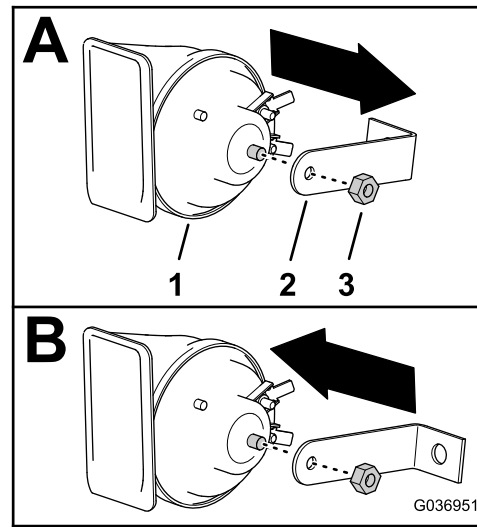

Figure 20
2. Faites pivoter le support à 90° comme montré à la Figure 20, et fixez-le légèrement au goujon de montage de l'avertisseur sonore à l'aide de l'écrou que vous avez retiré à l'opération 1.
1. Retirez l'écrou et le support à 90° de l'avertisseur sonore (Figure 20).
3. Serrez à la main l'écrou qui fixe l'avertisseur sonore au support à 90° ; voir Figure 20 sous 7 Montage de l'avertisseur sonore (page 11).